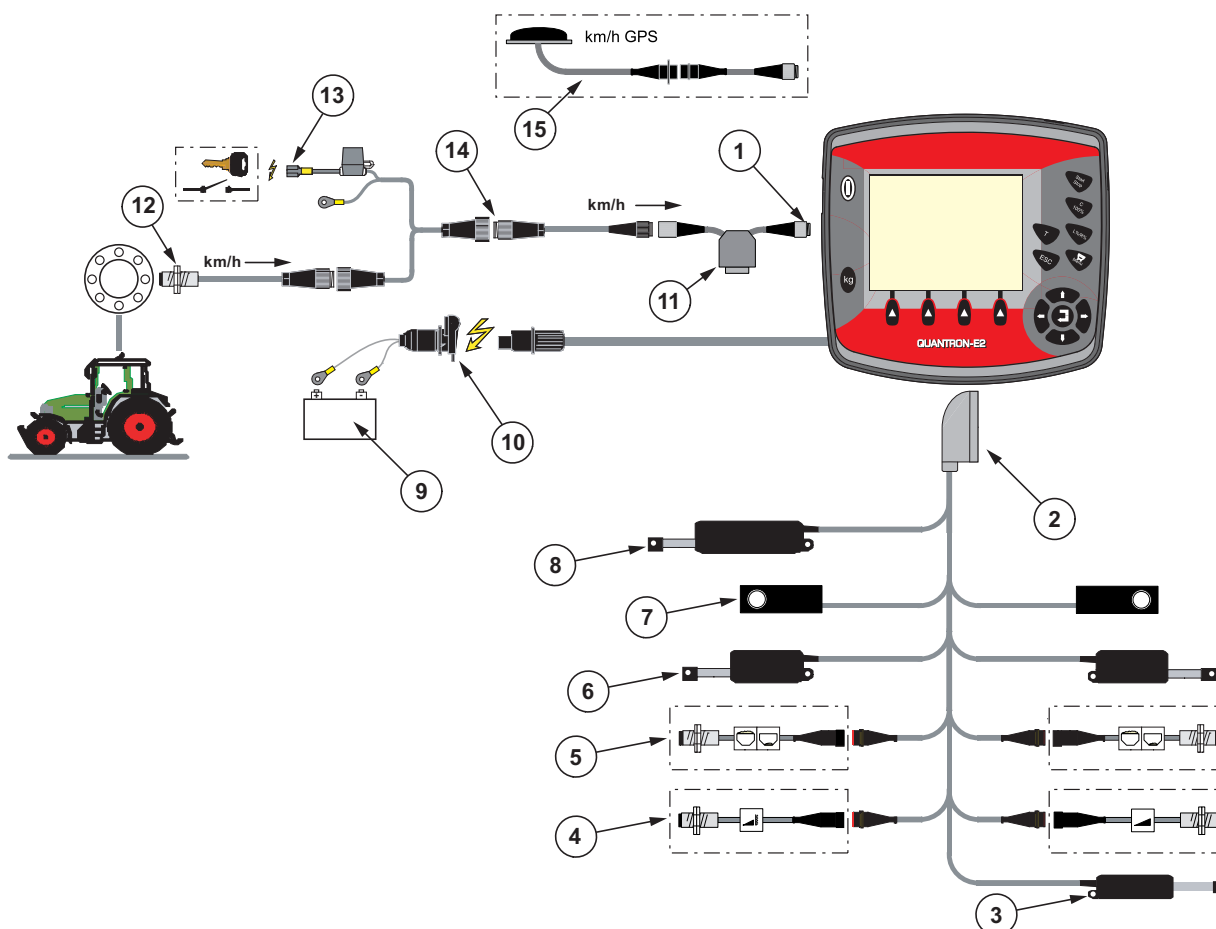

Figure 3.5 : Aperçu schématisé du branchement QUANTRON-E2
Les prises à 7 pôles pour le tracteur et le capteur de vitesse sont disponibles comme équipement complémentaire (en option), voir figure 3.3 à figure 3.5.
- Brancher l'unité de commande à la prise à 7 pôles ou au capteur de vitesse (selon l'équipement, voir figure 3.3 à figure 3.5).